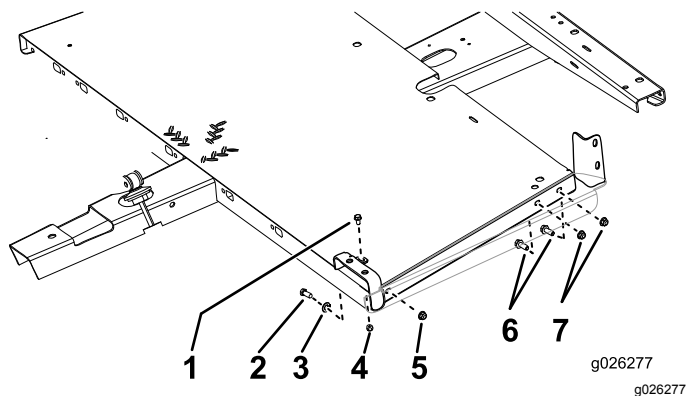

Figure 3
- Montez les panneaux de plancher sur le cadre, comme montré à la Figure 3.